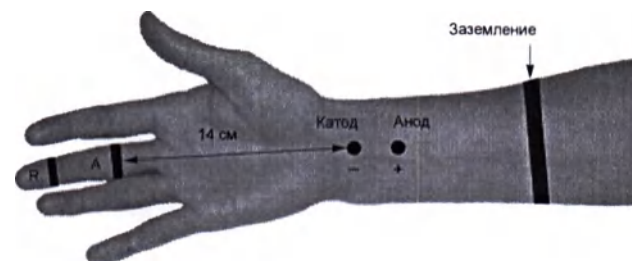

Рис. 21. Наложение электродов: А — активный электрод (черный); R — референтный электрод (красный)
- Наложите электроды на третий палец исследуемой руки. Активный электрод (черный) накладывают на проксимальную фалангу третьего пальца. Референтный электрод (красный) накладывают на дистальную фалангу (рис. 21).